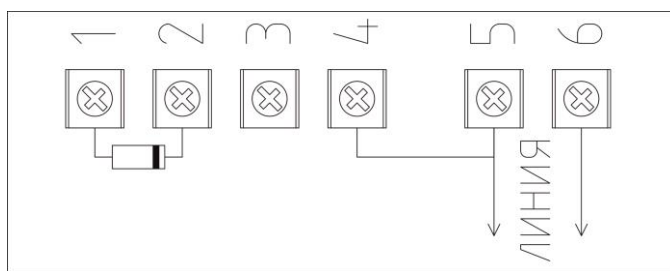

Рисунок 2. Установка перемычек в телефонной трубке GC-5002T1
1. Для совместной работы с пультами громкой связи серий GC-1000 (кроме пультов громкой связи серии GC-1036D) и GC-3000 установить перемычку и диод (входит в комплект поставки): перемычку следует установить между клеммами 4 и 5, а диод между клеммами 1 и 2 с соблюдением полярности (см. рис.2): между клеммами 4 и 5 и между клеммами 1 и 2, затем подключить двухпроводную абонентскую соединительную линию к клеммам 5 и 6 без соблюдения полярности.